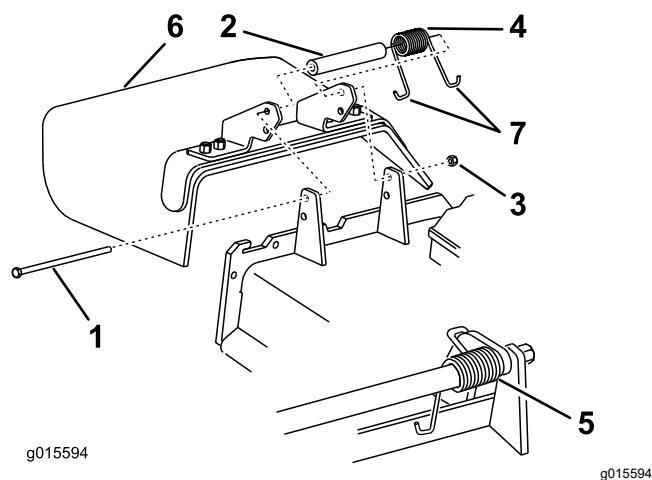

Figure 21
4. Retirez le contre-écrou, le boulon, le ressort et l'entretoise qui fixent le déflecteur aux supports de pivot (Figure 21).
5. Déposez le déflecteur d'herbe (Figure 21).